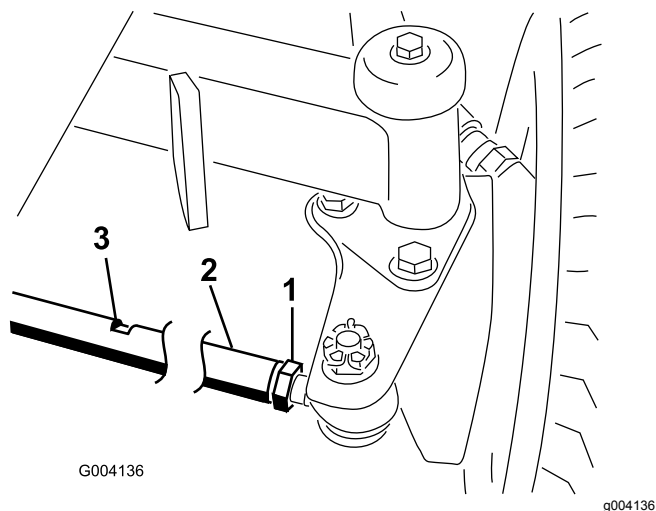

Figura 81
2. Allentate il controdado da ciascun lato del tirante (Figura 81).